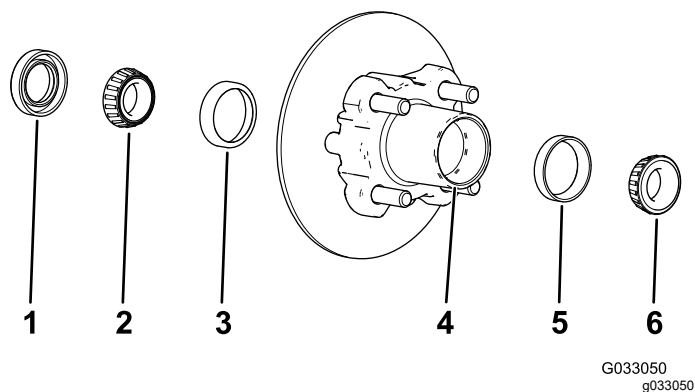

图 26
1. 从轮毂上拆下外置轴承和轴承座圈图 26。
2. 从轮毂上拆下密封件和内置轴承图 26。
5. 清除轮毂轴承腔内的所有润滑脂、污垢或碎屑图 26
7. 向轮毂轴承腔注入 5080% 的指定润滑脂图 26。
8. 将内置轴承装入轮毂内侧的座圈上并装上密封件图 26。